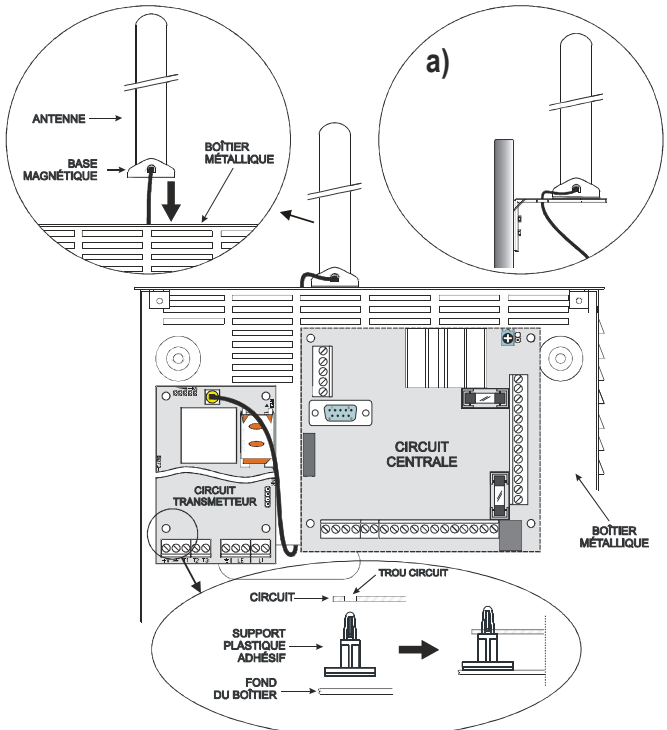

Fig. 2 - Montage carte à l'intérieur de la centrale.
3. Positionner les 4 supports plastiques adhésifs [14] sur le fond du boîtier métallique, puis insérer dans les trous [7] présents sur le Circuit Électronique, les supports adhésifs, tel qu'illustré sur la Figure 2.
- 4a. Positionner l'antenne avec le câble de 25 cm ou l'antenne avec le câble de 2 m [1] sur le boîtier métallique (Fig.2) de sorte que la base magnétique [2] adhère à la surface. Passer le cordon de l'antenne dans une ouverture pour le passage des câbles. Pour les versions **BGSM-100KEA** ou **BGSM-120KEA** vous pouvez utiliser l'étrier métallique [13], voir Fig.2a. Fixer l'étrier métallique [13] en utilisant les trous [12] sur un support adéquat. Positionner l'antenne avec le câble de 25 cm ou l'antenne avec le câble de 2 mètres [1] sur l'étrier métallique [13] (Fig.2a), de sorte que la base magnétique [2] adhère à la surface. Passer le cordon de l'antenne par le trou [11] de l'étrier métallique [13].